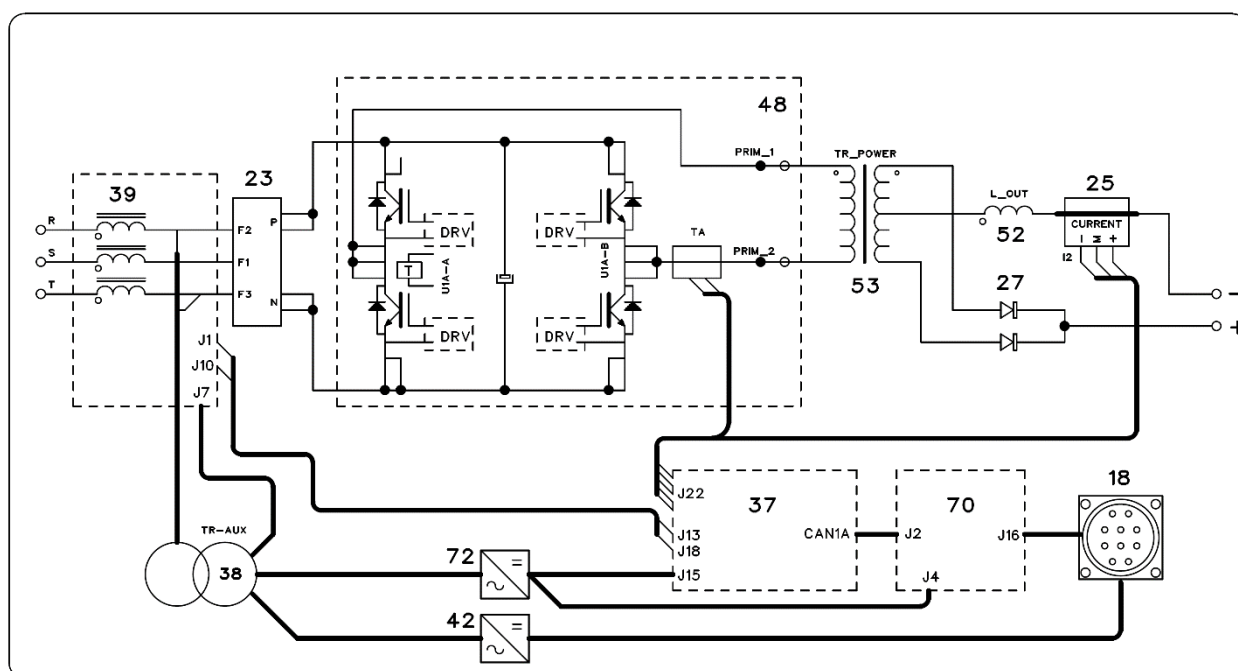

FIG. 2.3.1
Remitiéndose a los esquemas eléctricos del apartado 5, al esquema de bloques de la Fig. 2.3.1, a los dibujos de despiece y a las tablas del apartado 4, se pueden identificar las unidades principales que componen el generador.
El puente rectificador (23) y la tarjeta de potencia (48) son los elementos de potencia de las primeras dos etapas convertidoras. Más precisamente, en la Fig. 2.3.1 es posible identificar:
- el puente rectificador trifásico (23), que convierte la tensión alterna de red (400 Vca) en tensión continua (540 Vcc), apropiada para alimentar los condensadores-DC y el inverter;